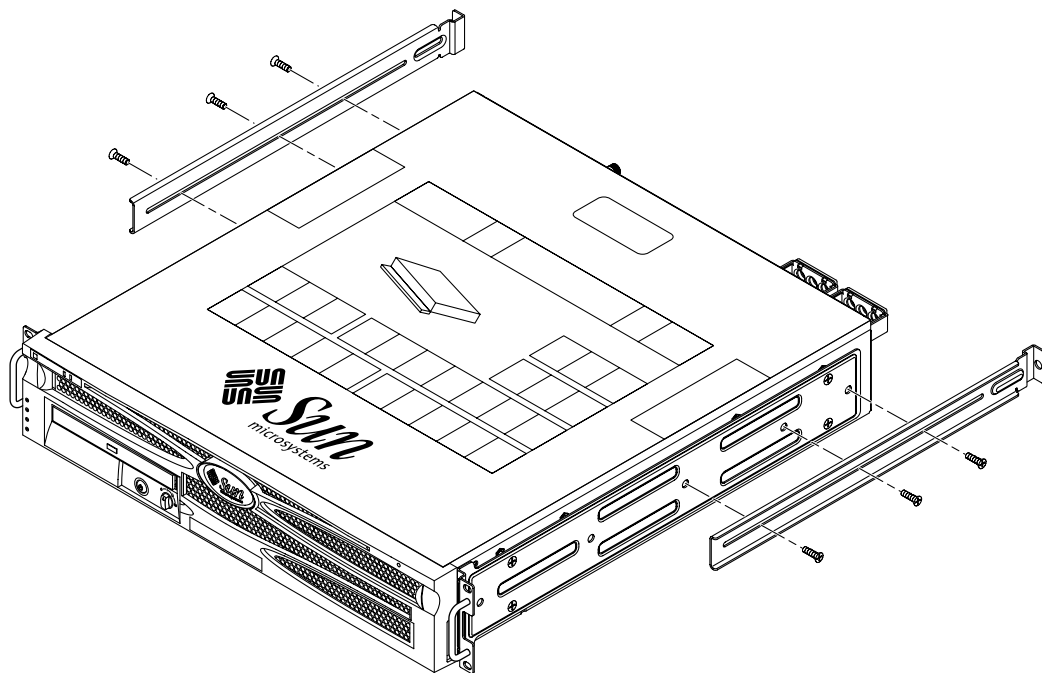

図 3-3 背面固定部品の取り付け
5. 測定したラックの奥行に合わせて伸ばした背面固定部品を、サーバーの背面側に取り付けます (図 3-3)。